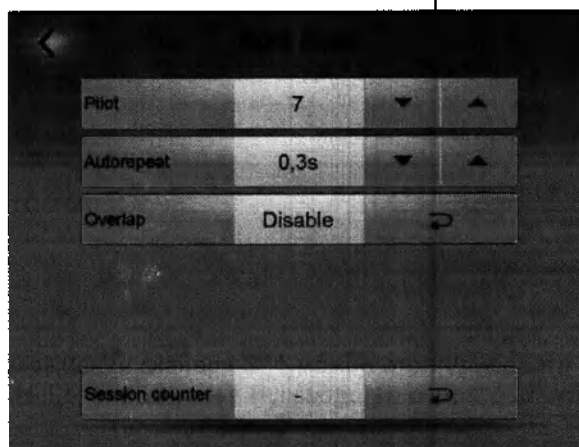

Рисунок 4.42: Экран меню Дополнительные настройки для сканера S11
При касании кнопки Дополнительные настройки открывается экран Дополнительные настройки (см. Рисунок 4.42: ниже).
- Время автоповторения для изменения положения сканера S11 при завершении сканирования — в диапазоне от 0,3 до 3 секунд при помощи соответствующих кнопок на экране (см. Рисунок 4.42: выше).